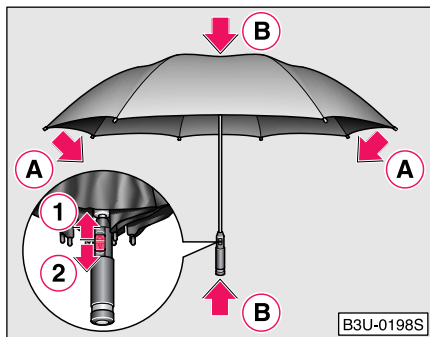

Fig. 94 Deschiderea și închiderea umbrelei
- Apăsați butonul în direcția săgeții ① ⇒ Fig. 94.